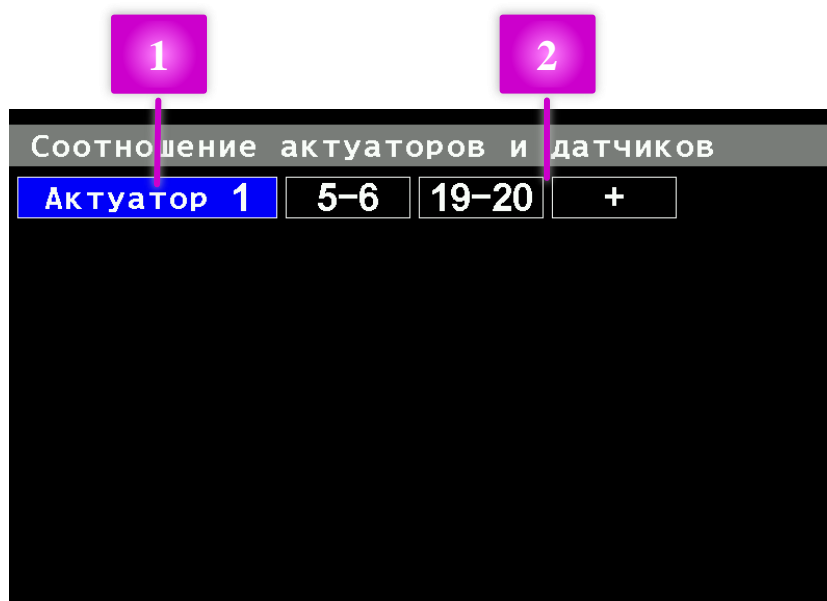

РИСУНОК 41 ЭКРАН НАСТРОЙКИ СООТВЕТСТВИЯ ДАТЧИКОВ ВЫСЕВА АКТУАТОРАМ
- 4.10.5.5.  **Соотношение датчиков т.к.** - вызывает экран, предназначенный для задания соответствия датчиков высева актуаторам (Рисунок 41). Этим определяется, какие датчики высева должны быть переведены в